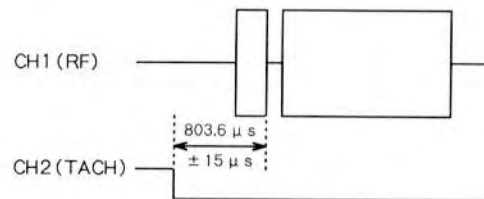

Fig. 5-8
- 4). Adjust trimmer resistor R102 so that the time from the trailing edge of the TACH waveform to the marker of the RF waveform is $803.6 \pm 15 \mu\text{s}$, as shown in Fig. 5-8.
- 4). 図5-8のように、TACH波形の立下がりからRF波形のマーカまでの時間が $803.6 \pm 15 \mu\text{s}$ になるように半固定抵抗R102を調整する。